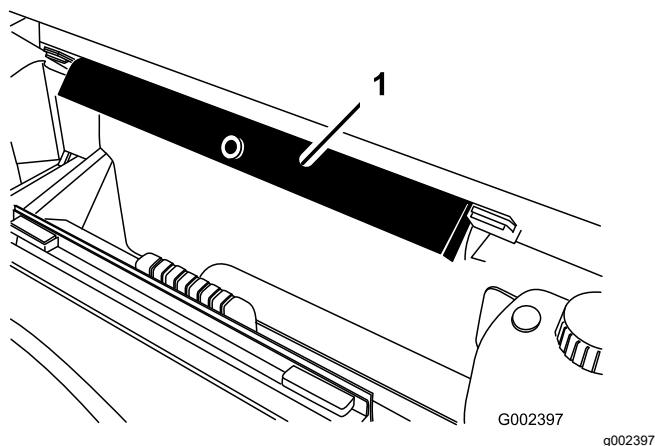

Figura 99
8. Retire o suporte da plataforma dos suportes existentes na parte de trás do painel do sistema ROPS (Figura 99).